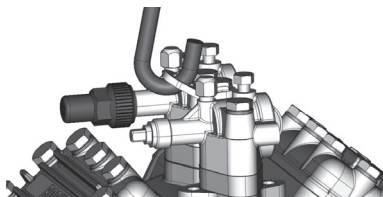
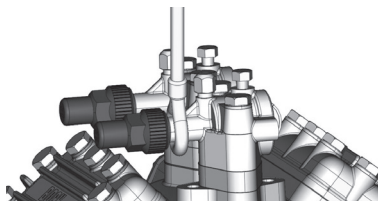

图 4
图 5
- 通过图 4 所示吊环运输和悬吊压缩机, 或者直接使用图 5 所示的排气截止阀。